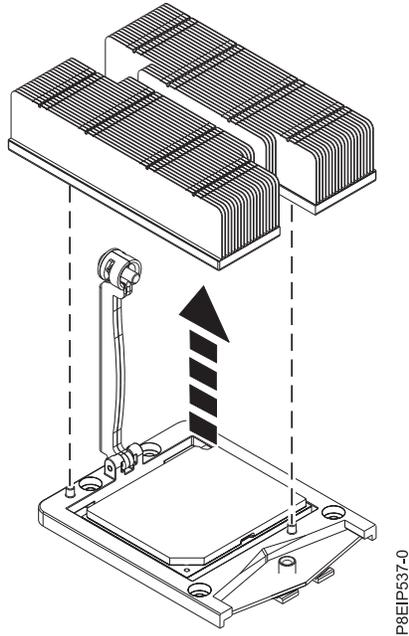

Abbildung 49. Kühlblech ausbauen
5. Greifen Sie das Kühlblech und entfernen Sie es, indem Sie es senkrecht nach oben anheben (siehe Abb. 49 auf Seite 49).